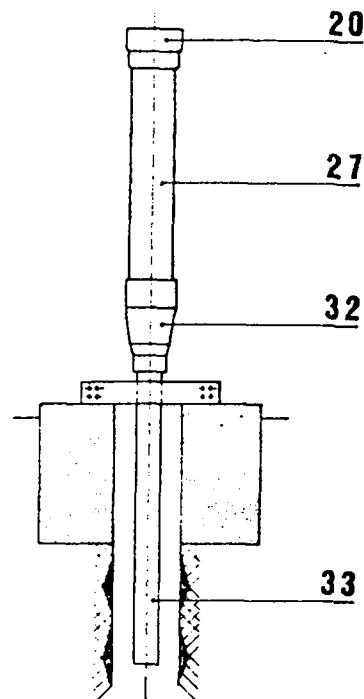

Fig. 6
- 3) Monter le cylindre n° 27 et le raccord supérieur de la travaillante n° 20 (fig. 6).
- 3) Assemble cylinder n° 27 and the upper coupling of the cylinder n° 20 (fig. 6).